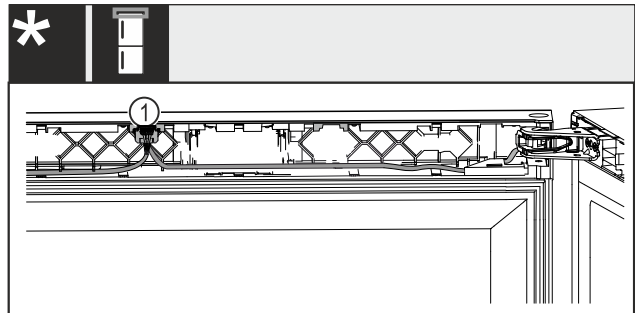

Fig. 39 Combinazioni vino-congelatore
- Innestare la spina Fig. 39 (1) nella guida.